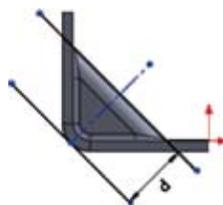

图 5.183 缩进深度
-  缩进深度: 文本框: 用于使用单一深度尺寸定义对称角撑板轮廓, 如图 5.183 所示。